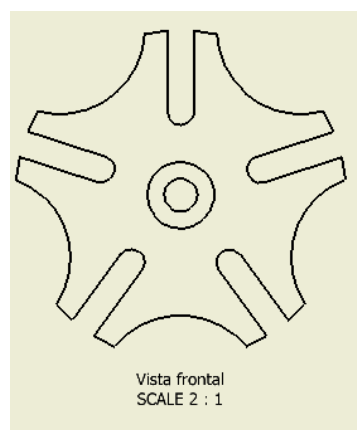

Figura 4.29 Vista base del INDICE.
5.-Coloque sobre su plano la vista de su diseño para generar la vista base, figura 4.29.